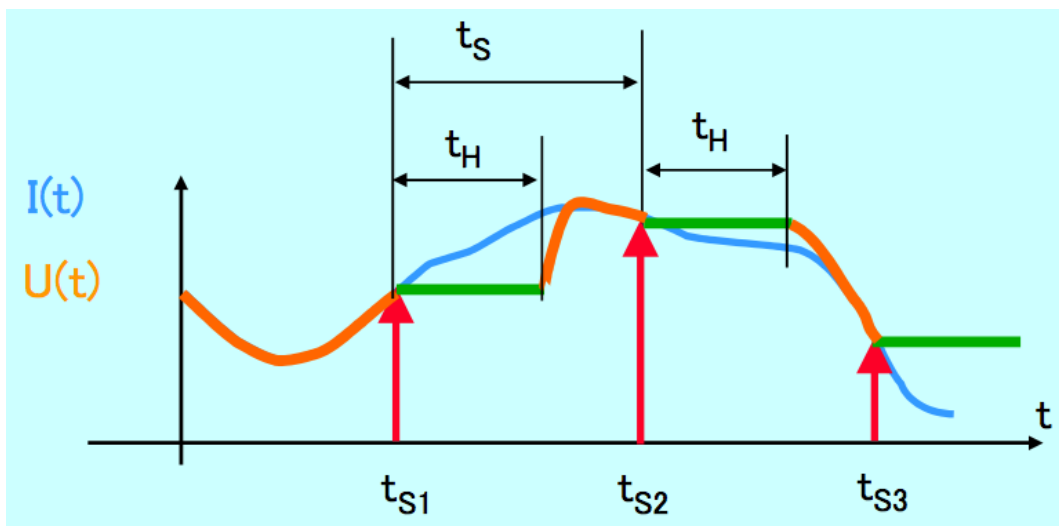

Figura 25: Track - Sample - Hold
**Sample-Hold** Il comportamento ideale di questo modulo prevede il campionamento di un segnale analogico ed il mantenimento di tale valore per tutta la durata della conversione. Nella realtà il comportamento è leggermente diverso, come in figura 25: